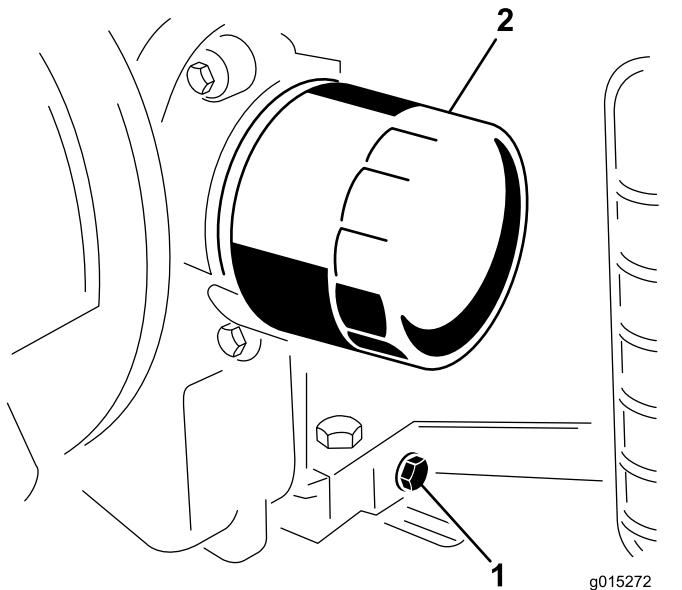

図 15
- オイルドレンの下に廃油受けを置く。ドレンプラグを外して排出されるオイルを回収する図 15。